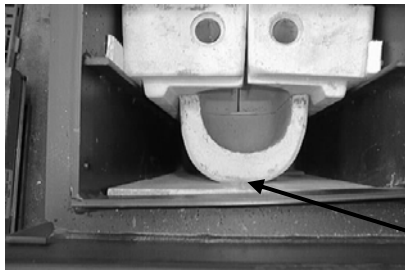

Fig. 3,1
8) Le creuset sera monté sous la pierre droite et gauche. Le colisage comprend aussi 4 bandes (cales). Glissez-en autant que nécessaire entre le creuset et la sole jusqu'à ce que le creuset touche les pierres droite et gauche. Voir Fig. 3,1.